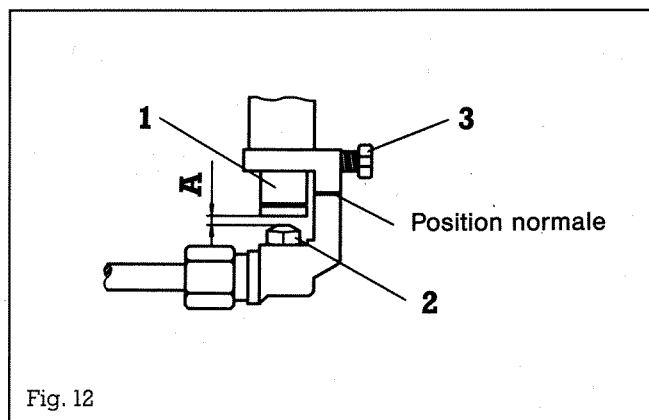

Fig. 12
Changer l'injecteur principal **2** (voir fig. 12) de «plein feu» en fonction du nouveau type de gaz et des indications figurant sur le tableau des injecteurs. Desserrer d'abord la vis **3**, repousser la douille de régulation d'air **1** et la fixer avec la vis **3**. Suivant le nouveau type de gaz, coller l'étiquette jointe près du raccord de gaz. Procéder au réglage de la fente d'air **A**, selon le tableau «Réglage de l'entrée d'air pour brûleurs extérieurs».
Procéder au réglage de la bague d'air **1** en fonction du nouveau type de gaz et des indications figurant dans le tableau de réglage d'entrée d'air. Serrer à fond la vis **3** (voir figure 12).
– Réglage de l'air primaire pour brûleurs extérieurs (fig. 12)